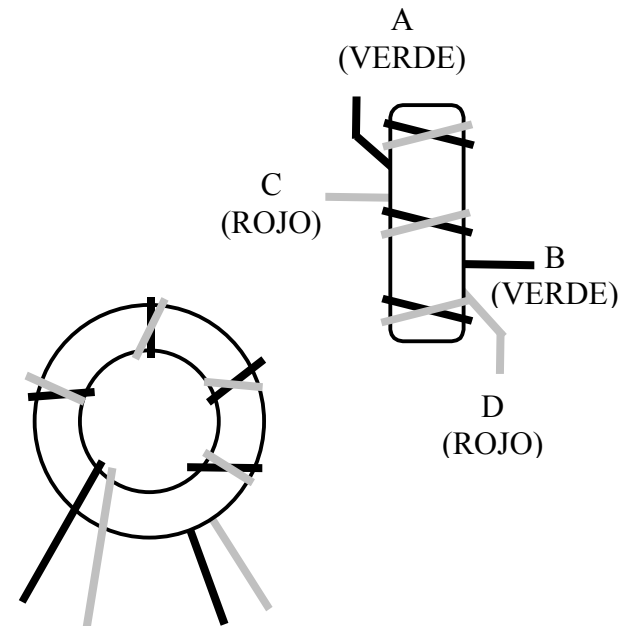

Figura 6-27
- Devane los cables trenzados en un núcleo de ferrita (FT50-43) de 12,7 mm (1/2") de diámetro usando exactamente 5 vueltas y cubriendo aproximadamente el 85% del núcleo. La Figura 6-27 nos muestra la apariencia del devanado. Para evitar confusiones con la numeración de T2 y T4, en la PCI los terminales de T3 están etiquetados con las letras A a la D.
- Separe los terminales de T3 como muestra la Figura 6-27. Desnude y estañe los terminales cuidando que los pares rojo/verde no hagan cortocircuito.